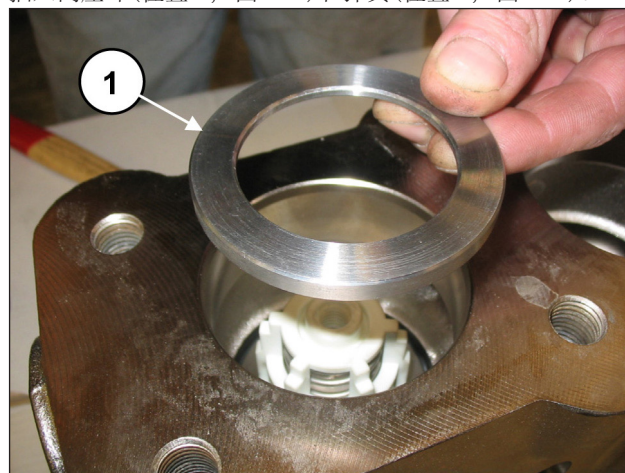
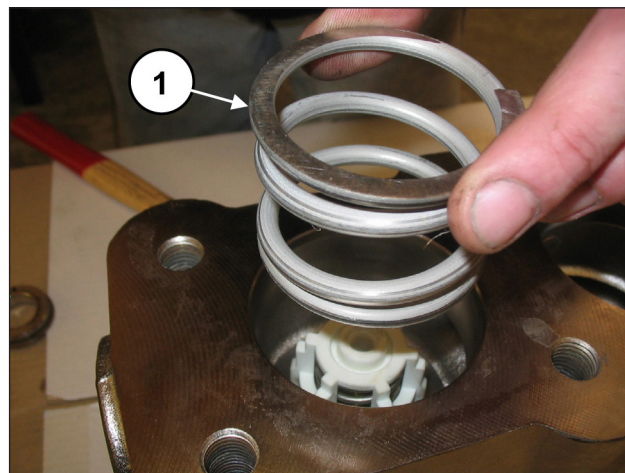

图 123
图 124
插入阀座环（位置①，图 123）和弹簧（位置①，图 124）。